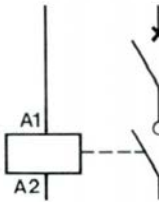

fig. 2 : disjoncteur + télérupteur
- disjoncteur + télérupteur (fig. 2),